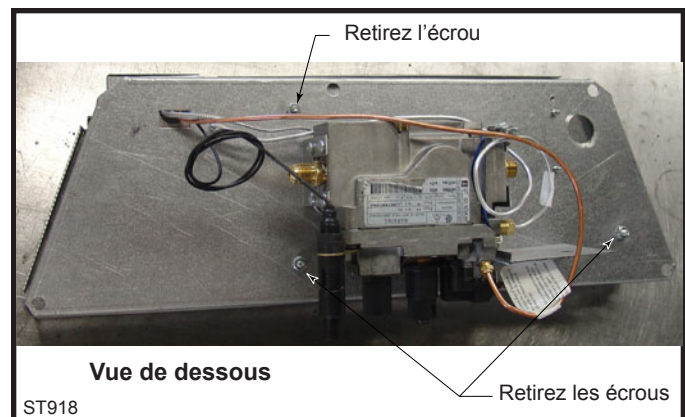

Fig. 79 Retirez les trois (3) écrous retenant le lit de cendres en place.
1. Retirez les trois (3) écrous 3/8" sur le dessus de la plaque du brûleur. (Fig. 79)